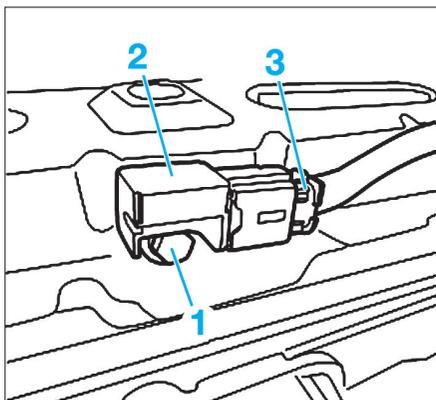

Fig. 22
- Sous le radiateur dévisser la vis (1) de fixation du capteur (Fig.22).
- Ecarter le capteur (2) et débrancher le connecteur électrique (3).